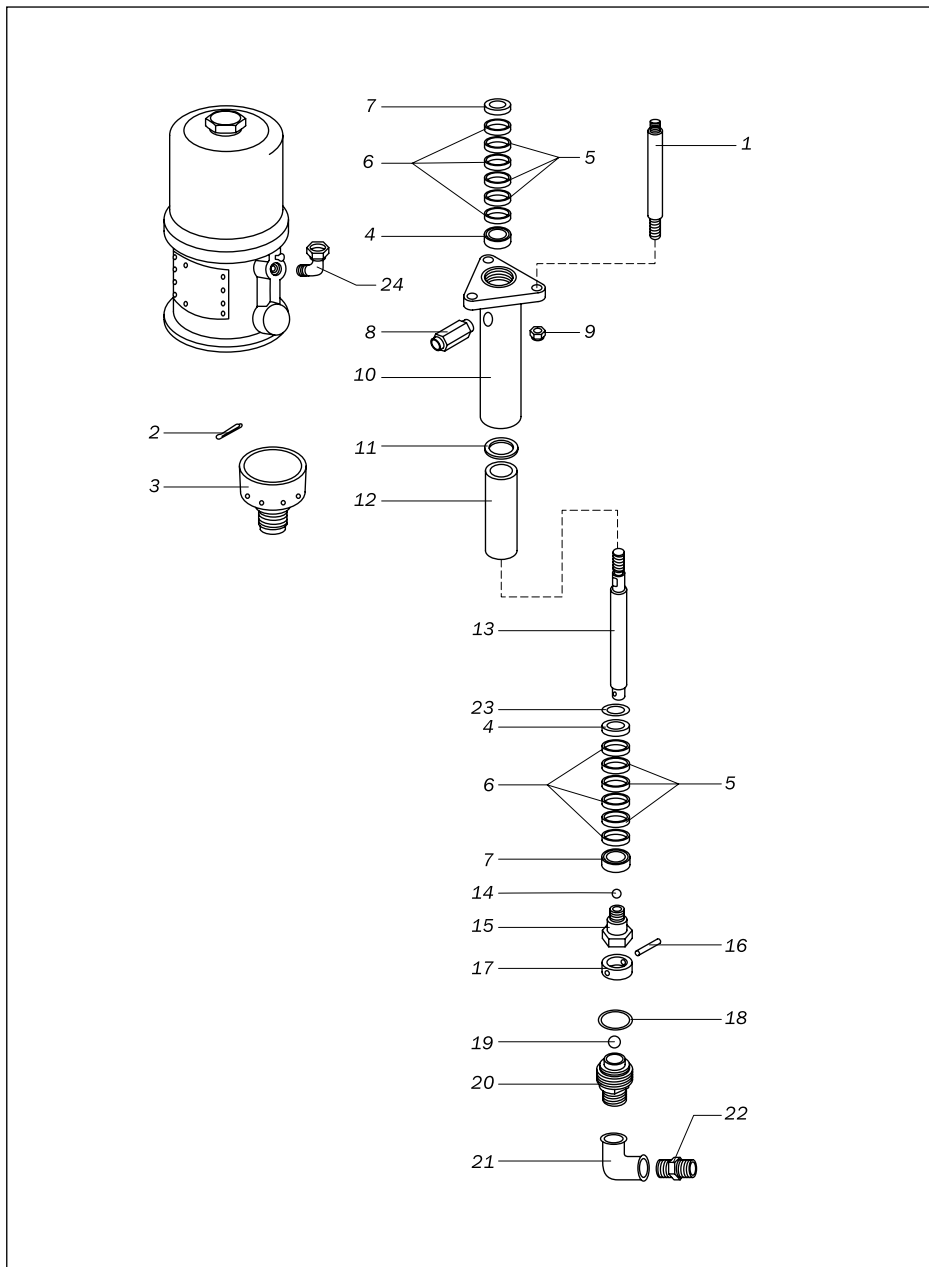

Рис. 9.2.1. Детализированный чертеж насоса окрасочного аппарата.
1. Отсоединить от отвода 24 (рис. 9.2.1) воздушный рукав.
14. Присоедините воздушный рукав к отводу 24 (рис. 9.2.1).
### 9.2.1. Деталировочный чертеж насоса окрасочного аппарата (рис. 9.2.1).
2. Ослабить герметизирующую втулку 3 (рис. 9.2.1).